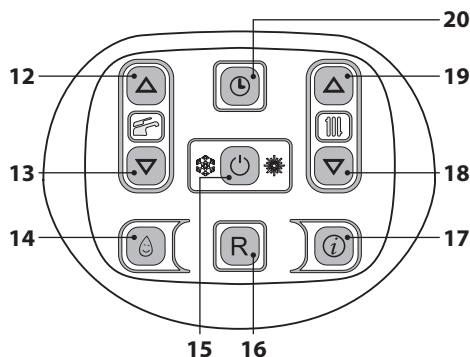

Figura 7.15
- Entrare in "modalità programmazione" premendo contemporaneamente per 10 secondi i tasti 15 - 18 - 19 (Figura 7.15) fino a far apparire sul display LCD le lettere **P01** e il valore del parametro, indicanti l'entrata nel "parametro 01" (Figura 7.14).
- Utilizzando i tasti 12 o 13 (Figura 7.15) è possibile modificare il valore del parametro 12 (riferirsi al grafico Figura 7.10 per determinare il valore corretto in funzione della potenza utile di riscaldamento).
- Premendo il tasto 15 (Figura 7.15) si ottiene la conferma del valore inserito.